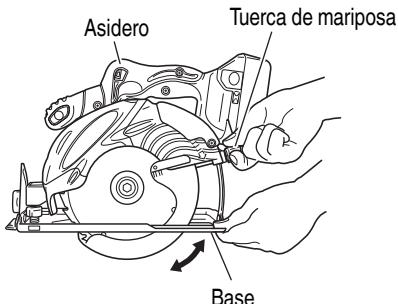

Fig. 6
Si la tuerca de mariposa de ajuste de la profundidad de corte (Fig. 6) estuviese floja, podrían producirse lesiones. Cerciórese de que esté apretada con seguridad.
1. Ajuste de la profundidad de corte (Fig. 6)